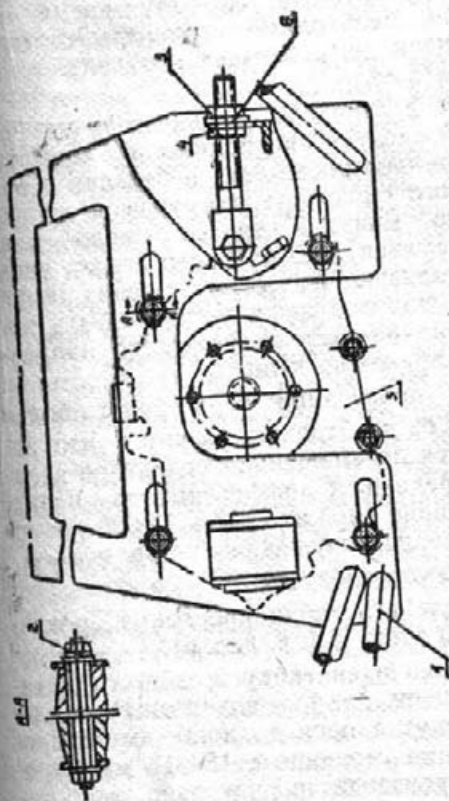

Рис. 6. Схема натяжения цепной передачи с двигателя на редуктор:
1. Ослабить гайки крепления редуктора 2 и гайку 4 (см. рис. 6).